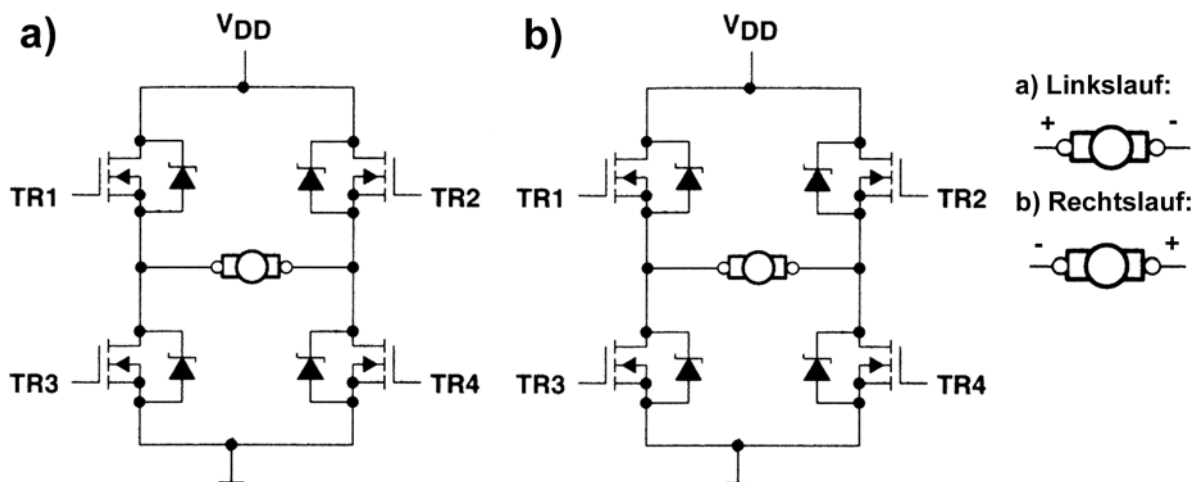

Abb. 12 Brückenschaltung
34. Abb. 12 zeigt eine Brückenschaltung. Geben Sie an, welche Transistoren für welche Drehrichtung jeweils einzuschalten sind. Worauf ist beim Umschalten der Drehrichtung zu achten?